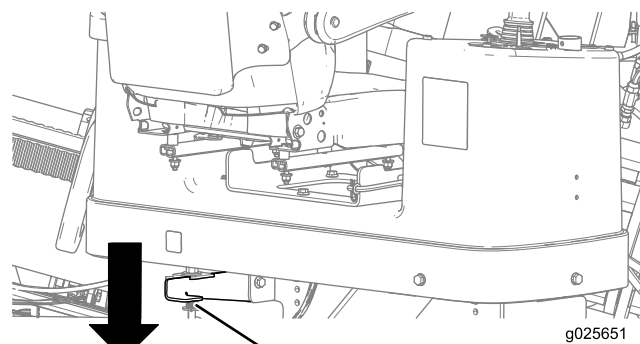

Figure 77
5. Appuyez sur le verrou arrière qui maintient la plate-forme de l'opérateur et écartez celle-ci à la position voulue, en veillant à la verrouiller en place (Figure 77).